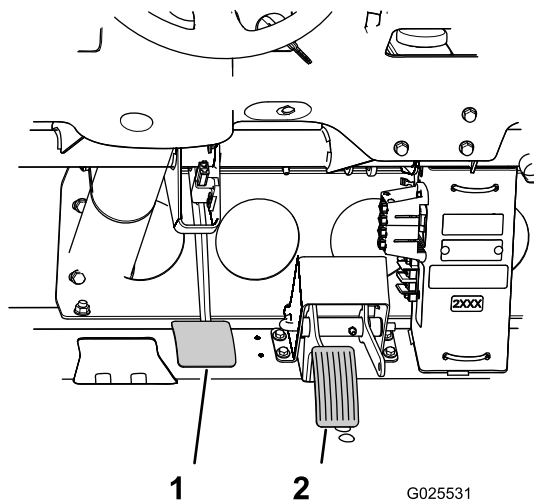

Figure 77
3. Soulevez la pédale de frein (Figure 77) jusqu'à ce qu'elle touche le cadre.